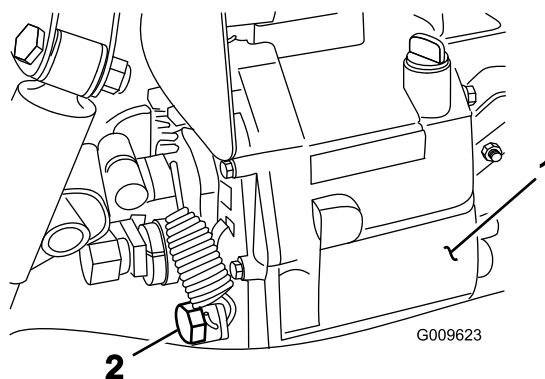

Figura 71
2. Togliete la valvola di spurgo situata sul fianco del serbatoio e lasciate defluire il fluido idraulico in una bacinella (Figura 71).